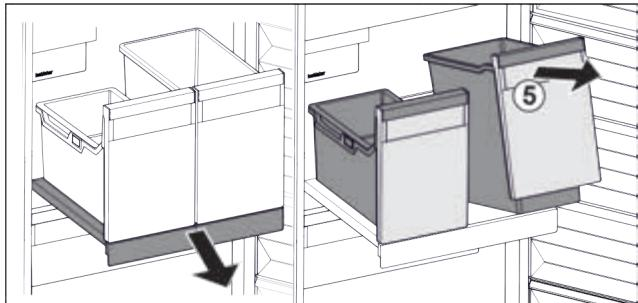

Fig. 84
- Підняти резервуар Fig. 84 (5) спереду.